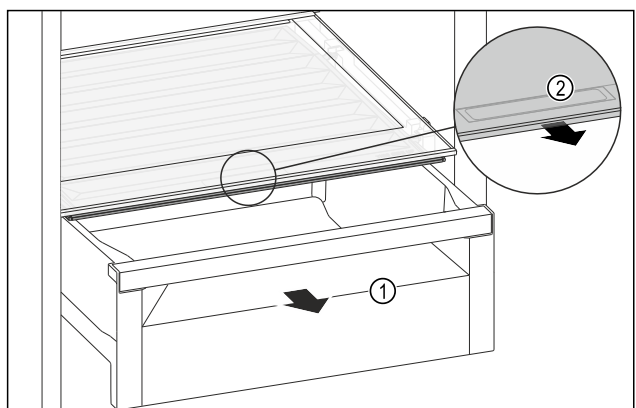

Fig. 135
- Zásuvku Fig. 135 (1) vytáhněte.
- Uchopte prohlubeň pro rukojeť Fig. 135 (2) na víku zásuvky a současně zatáhněte za víko zásuvky směrem dopředu.